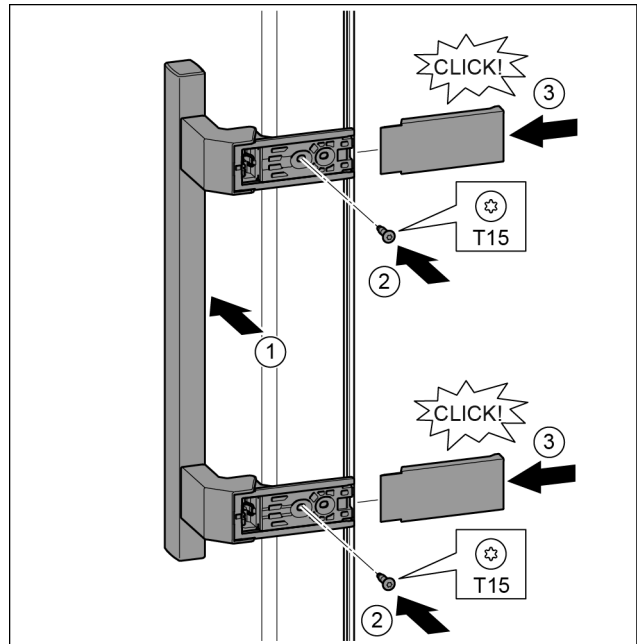

Fig. 19
- ▶ Coloque el tirador en el lado opuesto. Fig. 19 (1)
- ▶ Atornille los tornillos con el destornillador T15. Fig. 19 (2)
- ▶ Coloque y desplace lateralmente las cubiertas. Fig. 19 (3)